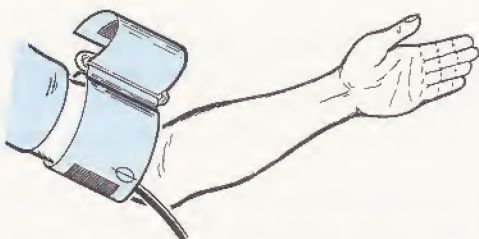

Fig.20 Il lato dal quale fuoriesce il tubetto (vedi segno 0), andrà posizionato sul punto indicato in fig.18.
**2°** prendete la fascia gonfiabile ed avvolgetela attorno al braccio, facendo in modo che la **freccia** presente su di essa (che indica la posizione dell'arteria), risulti posizionata all'incirca come visibile nella fig. 20, poi stringetela, quindi bloccatela facendo aderire le due superfici a **strappo**;